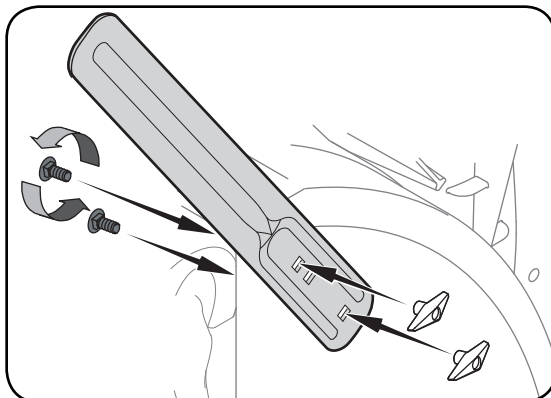

Figure 3-9
- Positionnez les barres de coupe pour qu'elles font face à l'avant comme illustré à la Figure 3-9. Maintenez-les en place avec la boulonnerie enlevée précédemment, les écrous à oreilles devraient être attachés sur l'extérieur du logement comme illustré.